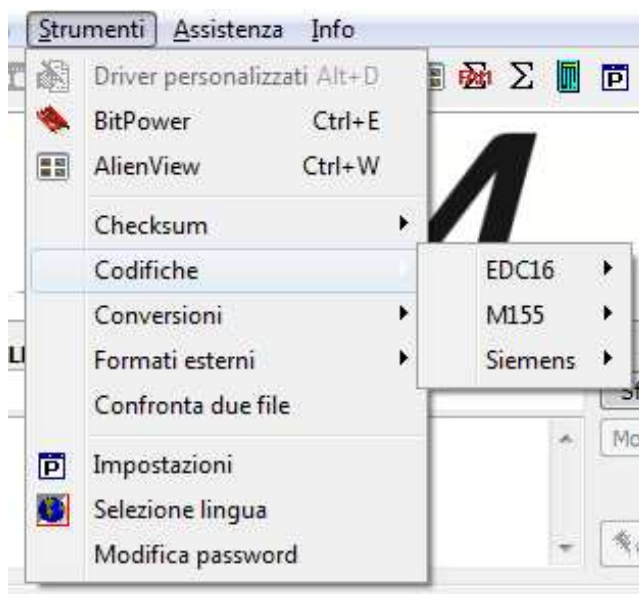

Figura 35: Elenco *Codifiche* disponibili.
2. Selezionare il formato di codifica corretto a seconda della memoria o centralina (Figura 35).